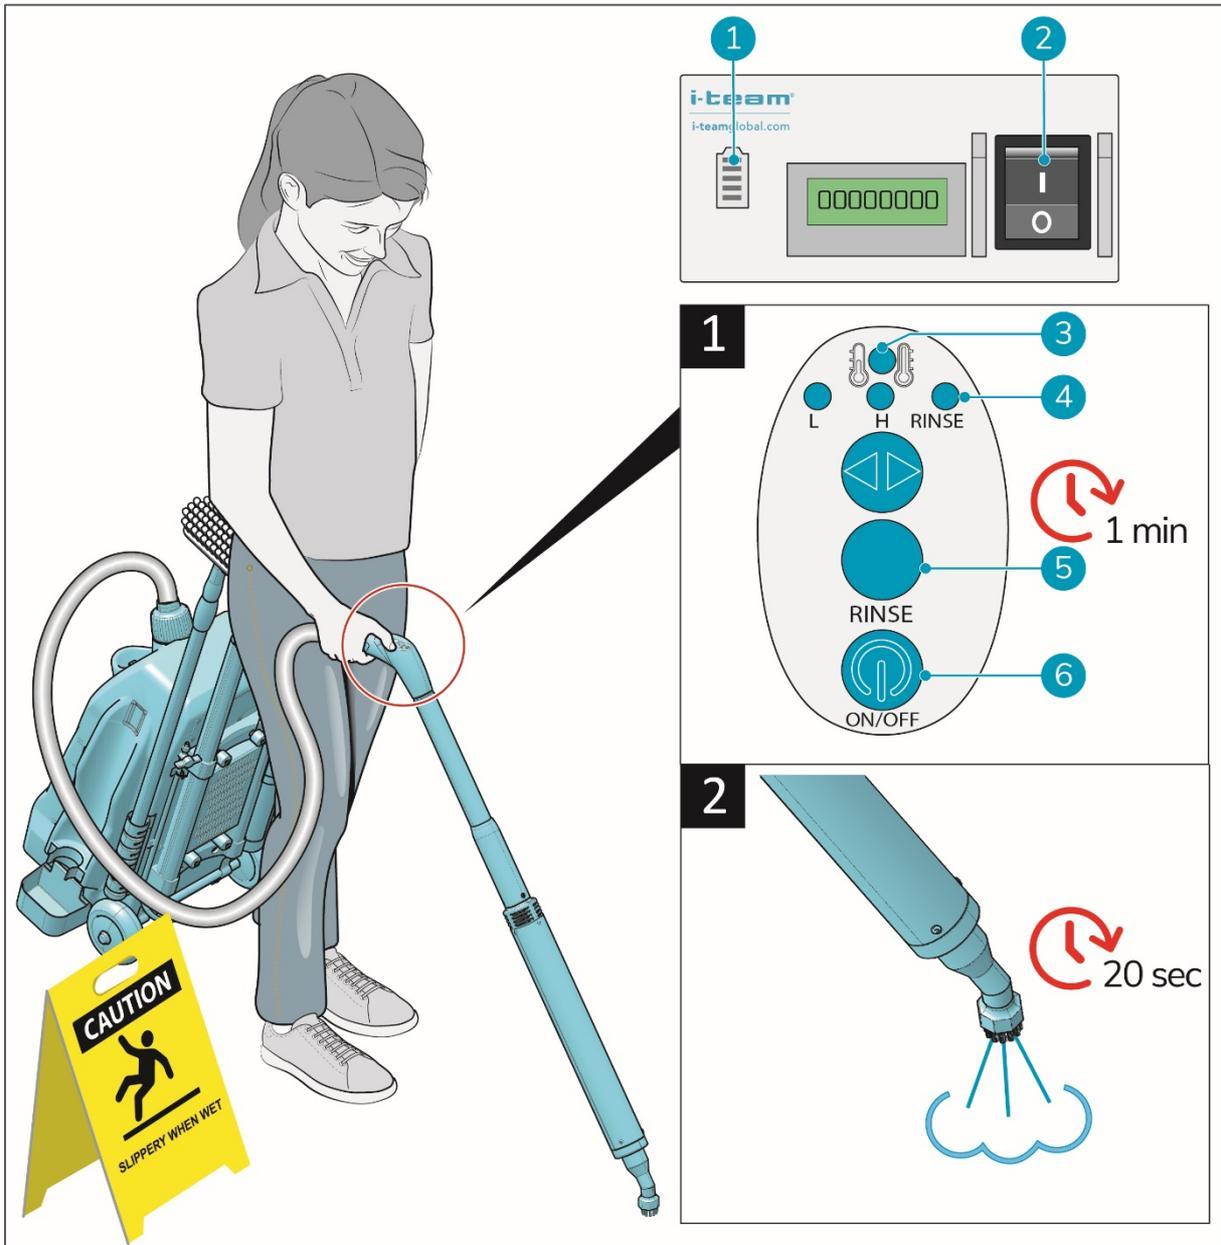

Figura 13
2. Quando o líquido está num nível baixo, o aquecedor desliga-se automaticamente e a lança começa a arrefecer. Tal é indicado pela luz do aquecedor (figura 13, posição 3) que fica intermitente no painel de controlo.
Desligue a máquina através do interruptor de alimentação principal (figura 13, posição 2) e volte a encher o reservatório da solução de remoção de pastilhas elásticas (consulte a secção 6.1.2).
1. Ligue o i-gum® utilizando o interruptor de alimentação principal na parte inferior (figura 13, posição 2) esquerda do corpo do equipamento.
2. Verifique o indicador de alimentação (figura 13, posição 1).
4. Prima o botão ON/OFF (ligar/desligar) (figura 13, posição 6) no controlo da pega.
5. Prima o botão RINSE (enxaguar) (figura 13, posição 5).
7. Verifique a luz indicadora de enxaguamento (figura 13, posição 4).
8. Solte o botão RINSE (enxaguar) (figura 13, posição 5) quando a luz indicadora de enxaguamento acender.
10. Prima o botão ON/OFF (ligar/desligar) (figura 13, posição 6) no comando da pega para desligar a máquina, antes de caminhar para o local de trabalho.